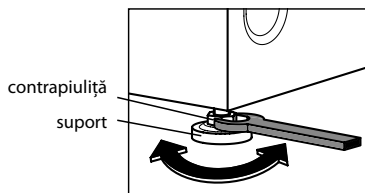

Figura 5
3.2.2 Așezați mașina după nivel stricte orizontal, deșurubând sau răsucind, în primul rând, suporturile reglabile din față, în conformitate cu Figura 5: slăbiți cu cheia pentru piulițe contrapiulițele de pe suporturi, reglați înălțimea suporturilor, strângeți contrapiulițele. Instalarea încorectă a mașinii după nivel sau strângerea insuficientă a contrapiulițelor ulterior poate fi o sursă de vibrație și de zgomot sporit în timpul funcționării mașinii.